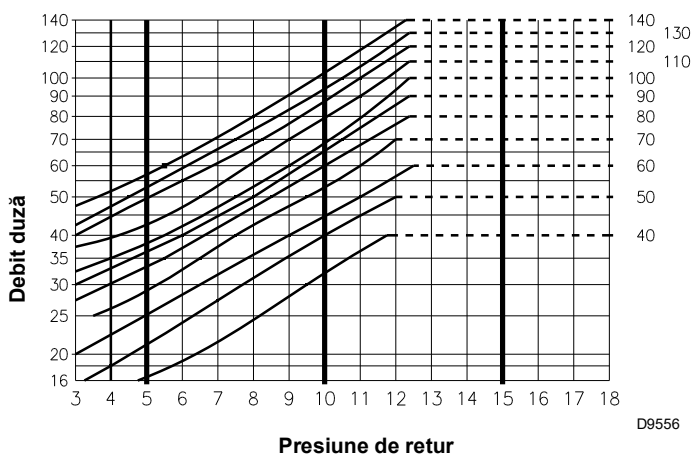
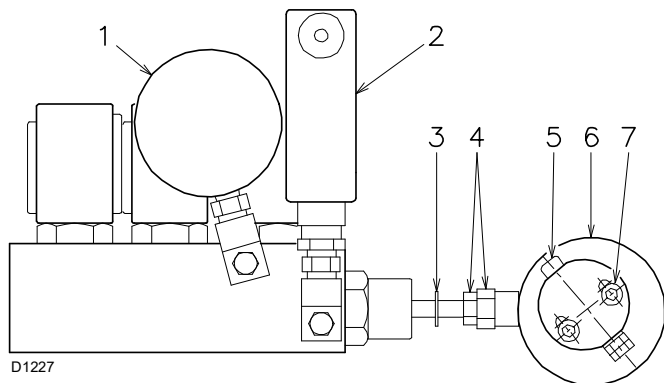

Fig. 26
Fig. 27
Diagrama (Fig. 26) indică această relație pentru duzele Bergonzo tip A3, cu presiunea de refulare a pompei de 20 bari.
Valoarea presiunii pe returul duzei este indicată de manometrul 1)(Fig. 27).
Corecțiile presiunii de retur se obțin prin modificarea excentricului 6)(Fig. 27) și a piuliței de blocare 4)(Fig. 27).
- Nu aduceți niciodată pistonul variatorului în suport: inelul de oprire 3)(Fig. 27) determină cursa maximă.
- Odată ce reglarea a avut loc, verificați manual, după deblocarea servomotorului (a se vedea pagina 26), dacă între 0° și 130° nu există impingings și dacă presiunile maxime și minime corespund celei alese conform diagramei (Fig. 26 la pag. 24).
Debitul duzei este dat de diagrama (Fig. 26 la pag. 24) la presiunea de pe returul duzei, citită pe manometrul 1)(Fig. 27).